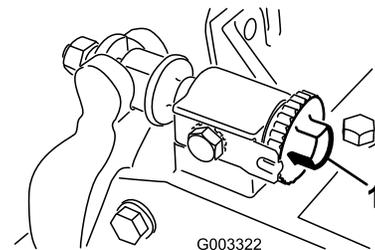

Bild 11
1. Stellen Sie die Schneideinheit auf eine flache und ebene Fläche. Drehen Sie die Einstellschrauben des Untermesserträgers nach links, um sicherzustellen, dass der Untermesserträger nicht die Spindel berührt (Bild 11).
Wichtig: Stellen Sie sicher, dass die Muttern hinten an den Einstellschrauben des Untermesserträgers nicht auf der Arbeitsfläche aufliegen (Bild 11).